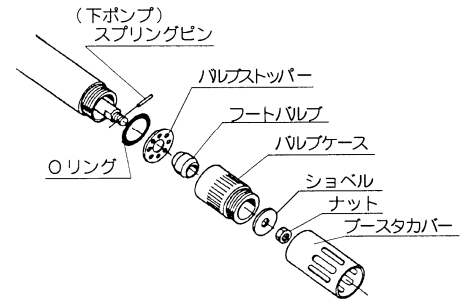

Fig.4.3
- 7). サクションチューブをバイスに固定し、ブースターカバーにパイプレンチをかけてねじ戻し外し、さらにスプリングピン、ナット、シヨベルを取外してください。(Fig.4.3)